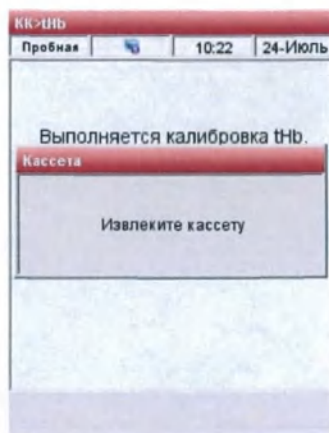

Рис.7-11 Извлеките кассету
9. После завершения калибровки вам будет предложено открыть крышку камеры для пробы и вынуть кассету (Рис.7-11). Поместите кассету калибратора обратно в сумку сразу после извлечения из прибора.